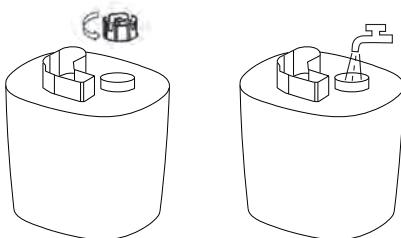

Рис. 2
- Открутите крышку резервуара для воды против часовой стрелки и залейте воду в емкость (рис.2). Температура воды не должна превышать 40 °C.